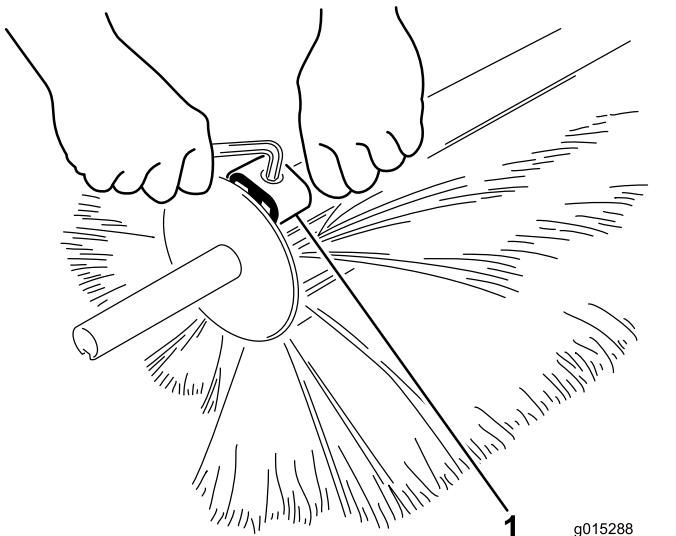

Bild 29
3. Lösen Sie die Klemmen mit einem Inbusschlüssel und nehmen Sie die Bürstenhälften ab (Bild 29).